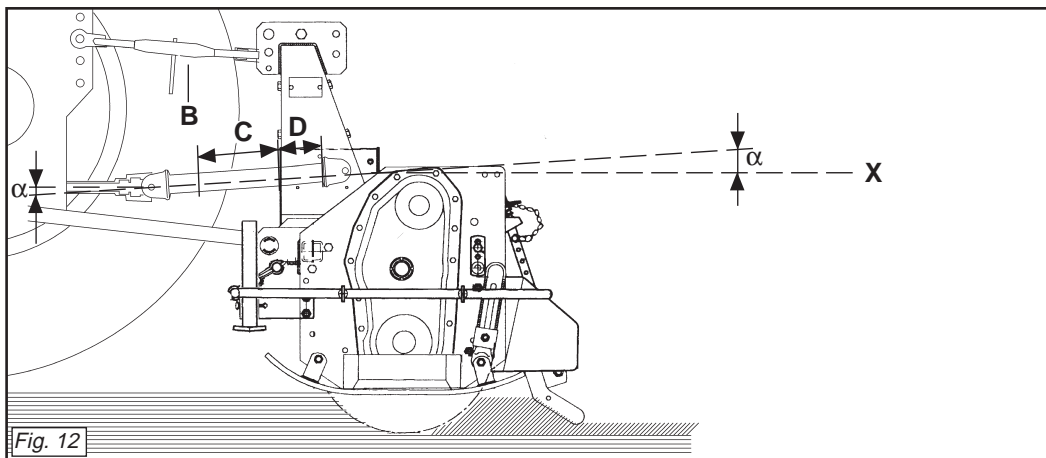
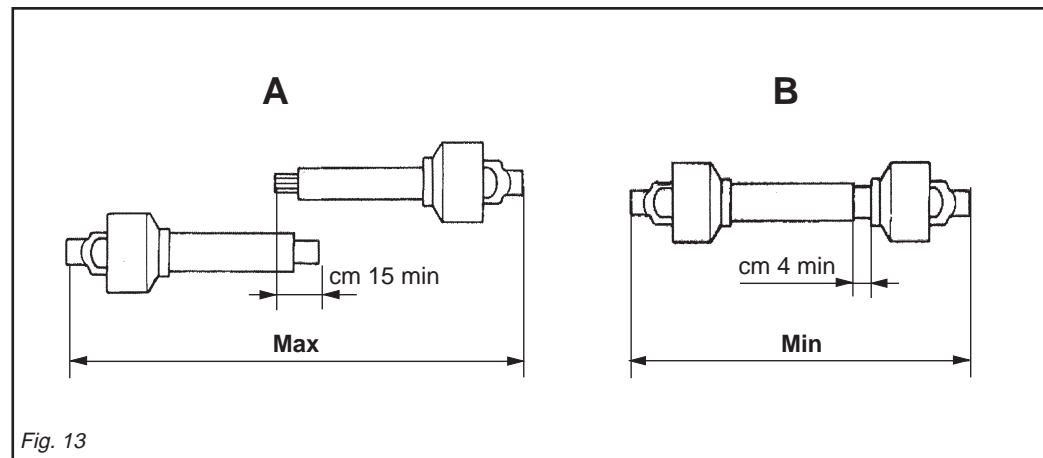

Fig. 12
Fig. 13
Per fare ciò aumentare o diminuire la lunghezza della barra superiore dell'attacco (B Fig. 12) in modo da portare l'asse (X Fig. 12) della ghiera scanalata della scatola parallela al suolo.
- I due angoli (α Fig. 12) formati dalle assi delle forcelle e l'asse dei tubi scorrevoli saranno uguali e non dovranno superare i 10°.
- La copertura (C Fig. 12) dei tubi scorrevoli deve essere di 15 cm minimo (Fig. 13).
- I due tubi dell'albero di trasmissione a cardano non si devono ricoprire completamente, una corsa di sicurezza (D Fig. 12) di 4 cm minimo deve sussistere.
To achieve this, increase or decrease the length of the top bar of the hitch (B Fig. 12) so as to set the axis (X Fig. 12) of the housing's grooved ring nut parallel to the ground.
- *The two angles (α Fig. 12) formed by the fork axes and the axis of the sliding tubes will be equal and must not exceed 10°.*
- *The sliding tubes (C Fig. 12) must overlap by at least 15 cm (Fig. 13).*
- *The two tubes of the driveline shaft must not fully overlap. There must always be a safety travel (D Fig. 12) of at least 4 cm.*
Um dies zu erhalten, die Länge der oberen Kupplungsstange (B Abb. 12) erhöhen oder verringern, bis die Achse (X Abb. 12) der Keilmutter des Gehäuses parallel zum Boden steht.
- Die beiden Winkel (α Abb. 12), die aus den Achsen der Gabeln und der Achse der Gleitrohre bestehen, müssen gleich groß sein und dürfen auf keinen Fall größer als 10° sein.
- Die Überdeckung (C Abb. 12) der Gleitrohre muss mindestens 15 cm ausmachen (Abb. 13).
- Die beiden Rohre der Gelenkwelle dürfen sich nicht ganz überdecken. Es muss noch einen Sicherheitshub (D Abb. 12) von mindestens 4 cm geben.
L'attelage est correct quand dans la position de travail la machine est horizontale. Pour obtenir cette condition augmenter ou diminuer la longueur de la barre supérieure de l'attelage (B Fig. 12) de manière à ce que l'axe (X Fig. 12) de la bague cannelé de la boîte soit parallèle au sol.
- *Les deux angles (α Fig. 12) formés par les axes des fourches et l'axe des tubes coulissants doivent être identiques et ne doivent pas dépasser 10°.*
- *La couverture (C Fig. 12) des tubes coulissants doit être au minimum de 15 mm (Fig. 13).*
- *Les deux tubes de l'arbre de transmission à cardans ne doivent pas se recouvrir complètement, il doit rester une course de sécurité (D Fig. 12) de 4 cm au minimum.*
Para ello aumentar o disminuir la longitud de la barra superior del enganche (B Fig. 12) en modo de llevar el eje (X Fig. 12) de la tuerca ranurada de la caja paralela al terreno.
- Los dos ángulos (α Fig. 12) formados por los ejes de las horquillas y el eje de los tubos corredizos serán iguales y deberán superar los 10°.
- La cobertura (C Fig. 12) de los tubos corredizos debe ser como mínimo de 15 cm (Fig. 13).
- Los dos tubos del árbol de transmisión de cardán no se deben cubrir completamente, debe quedar una carrera de seguridad (D Fig. 12) de 4 cm como mínimo.
- Gli angoli (α Fig. 12) dei cardani non devono essere superiori a 40° (Fig. 12). Se non si raggiungono questi due risultati:
Quando l'albero cardanico è sfilato al massimo, i due tubi devono sovrapporsi per almeno 15 cm. Quando esso è inserito al massimo, il gioco minimo consentito deve essere di 4 cm. (Fig. 13).
- *The angles (α Fig. 12) of the drivelines must not exceed 40° (Fig. 12).*
When fully inserted, the minimum play must be 4 cm. (Fig. 13).
- Die Winkel (α Abb. 12) der Gelenkwellen dürfen nicht größer als 40° sein (Abb. 12).
Wenn die Gelenkwelle so weit wie möglich auseinandergezogen ist, müssen die beiden Teile sich noch um wenigstens 15 cm überlappen. Wenn die beiden Teile ganz zusammengeschoben sind, muß das kleinstmögliche Spiel 4 cm ausmachen (Abb. 13).